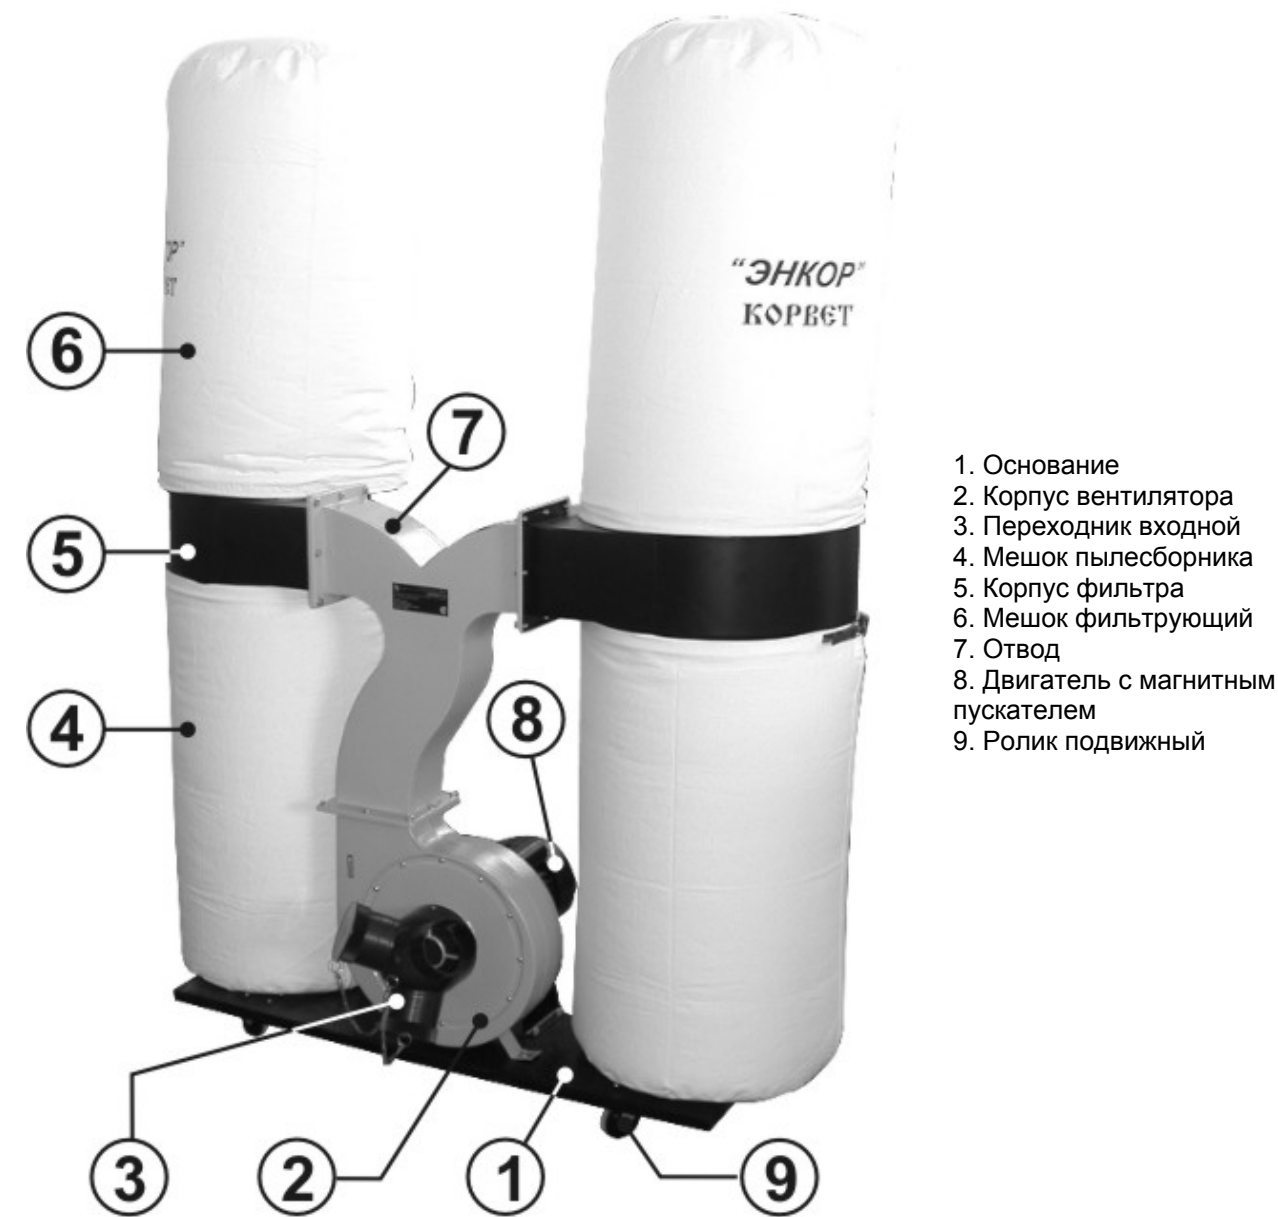

Рис.2.
Основные части и узлы пылесоса представлены на Рис.2.
8.9. Закрепите винтом переходник входной (3) на входном патрубке корпуса вентилятора (2), Рис.2.
Пылесос рассчитан на работу с тремя деревообрабатывающими станками (строгальными, пилами и т. п.) и соединяется с ними шлангами диаметром 100 мм через переходник входной (3), Рис.2. При необходимости работы пылесоса с одним или двумя деревообрабатывающими станками снимите шланги с неиспользуемых каналов входного переходника, а каналы закройте крышками.